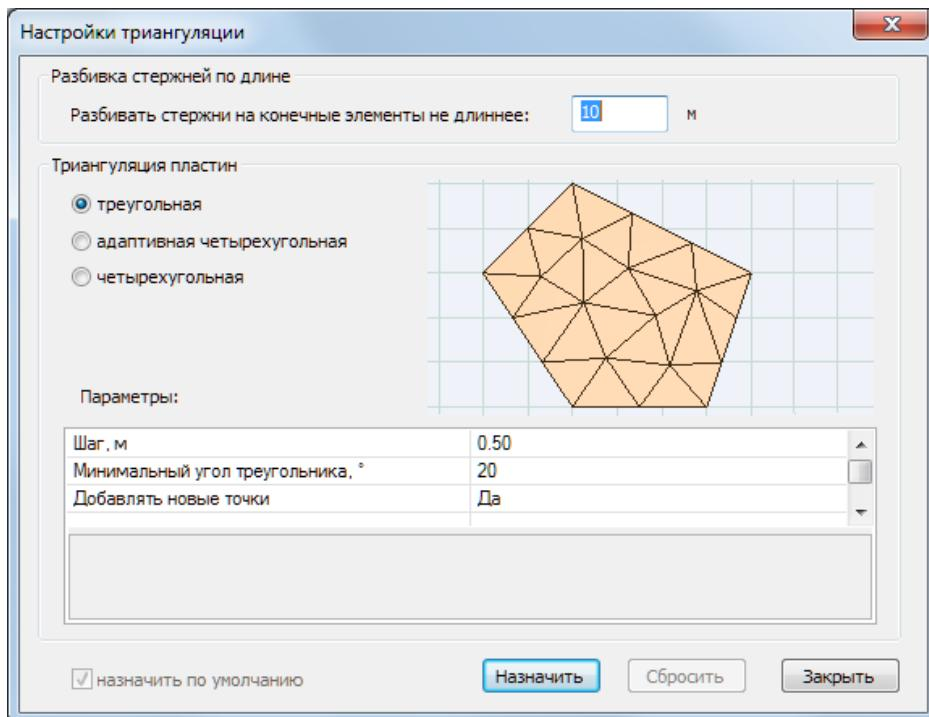

Рис.4.5. Диалоговое окно **Настройки триангуляции**
- Вызовите диалоговое окно **Настройки триангуляции** (рис.4.5) щелчком по кнопке **Настройки** (панель **Расчетная модель: триангуляция** на вкладке **Аналитика**).